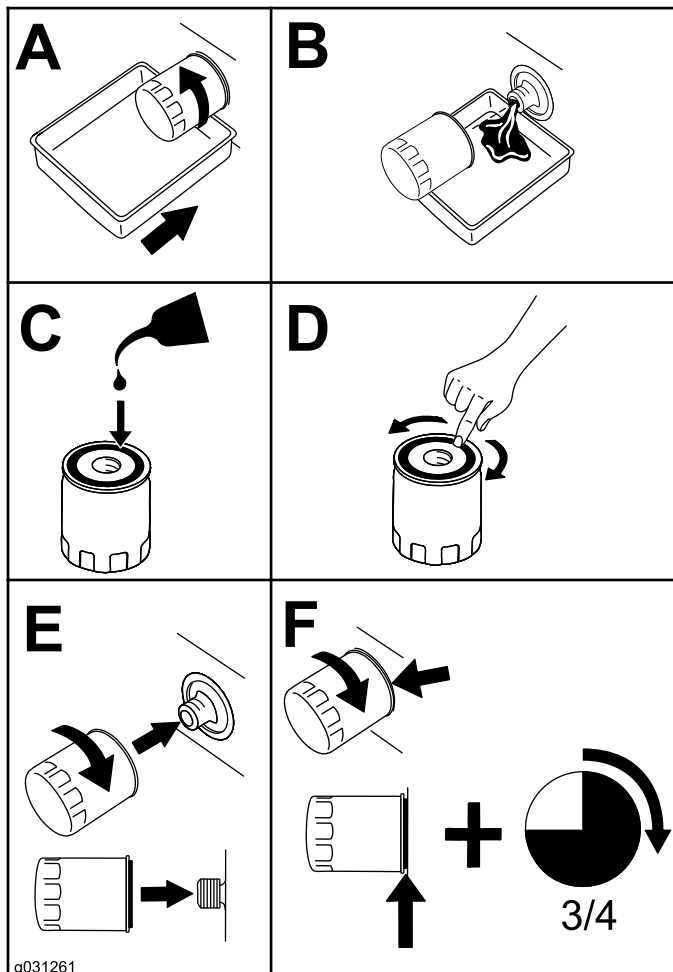

Figura 94
4. Sustituya el filtro de aceite del motor (Figura 94).